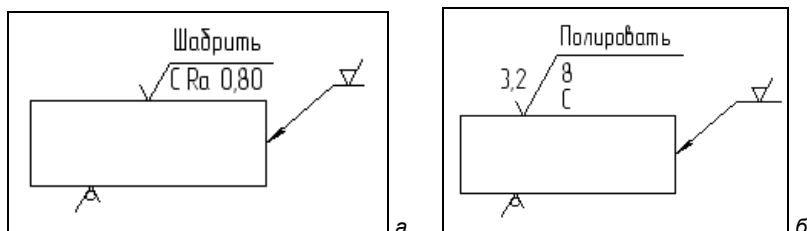

Рис. 12.14. а — пример простановки обозначений шероховатости с изменением № 3; б — пример простановки обозначений шероховатости в редакции **Предыдущая**
- ◆ задайте ЛК мыши точку **т1** положения знака. Знак шероховатости поверхности поставлен. Примеры простановки обозначений шероховатости показаны на рис. 12.14.
- ◆ задайте ЛК мыши точку **т1** положения знака. Знак шероховатости поверхности поставлен. Примеры простановки шероховатости показаны на рис. 12.14, б.